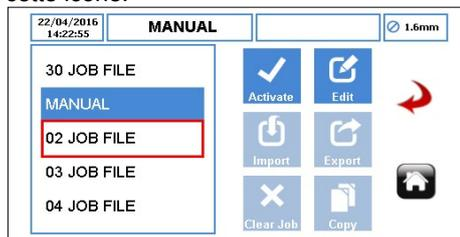

Figure 71 Menu Fichier de travail
- ▶ Sélectionnez  cette option pour accepter toutes les modifications du fichier de travail en surbrillance. Vous retournerez alors au menu Fichier de travail, comme illustré à la figure 71. Les modifications effectuées sur cet écran ne sont enregistrées que lorsque vous appuyez sur cette icône.